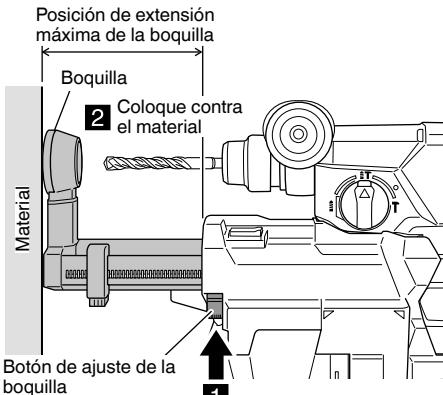

Fig. 5
(1) Presione el botón de ajuste de la posición de la boquilla y asegúrese de que la boquilla esté en la posición completamente extendida. (Fig. 5)
(2) Mientras sujetla la herramienta de tal manera que no se pulse el interruptor, coloque la boquilla contra el material a taladrar. (Fig. 5)